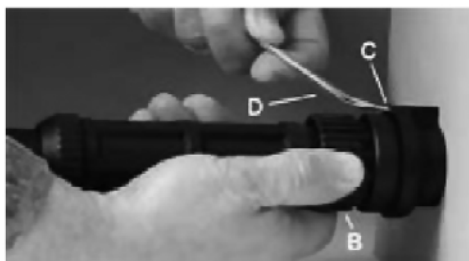

Рис. 8.3. Фиксация разъема плазматрона.
4. Возьмите ключ (D), имеющийся в комплекте плазматрона. Вставьте ключ в замок (C). При легком нажатии ключом фиксирующее кольцо панельного разъема свободно вращается (См. рис. 8.3).